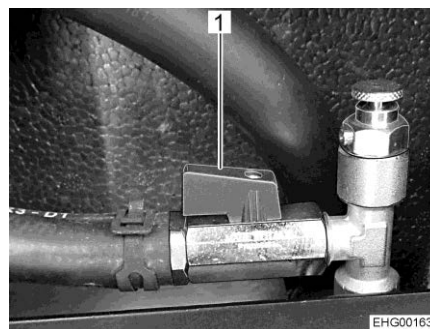

Fig. 169 Robinet à bille (ouvert)
- Placer le levier (Fig. 169,1) parallèlement à la conduite.